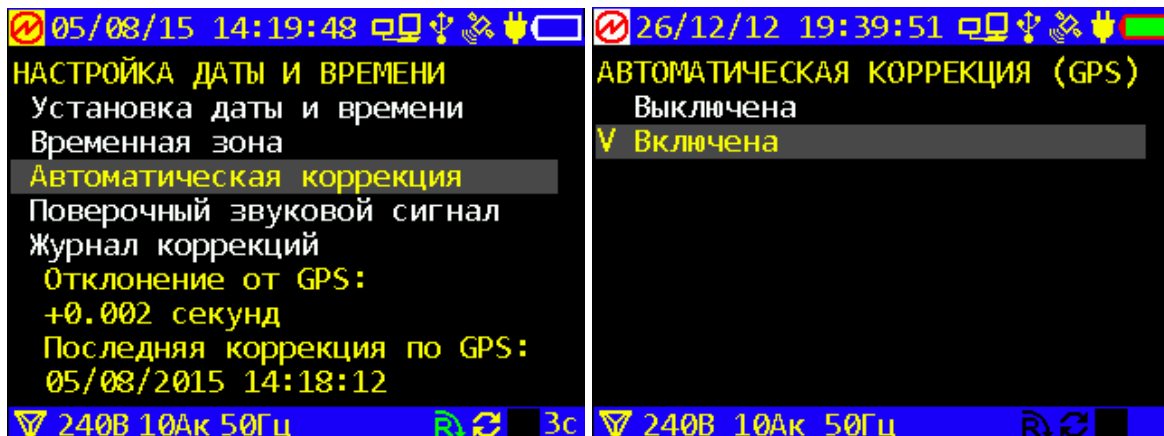

Рисунок 4.4.6 - Экраны настройки даты и времени
4.4.6.1 При вхождении в пункт «Автоматическая коррекция» предоставляется возможность включить или выключить автоматическую коррекцию времени, выбрав альтернативный режим на экране (Рисунок 4.4.6 справа). Выбор осуществляется с помощью клавиш \downarrow , \uparrow и «ENT». Напротив выбранного режима появляется V-образный курсор. На символ GPS на верхней строке состояния этот выбор не влияет, поскольку приемник GPS работает независимо от того, использует прибор его данные для коррекции времени или нет.